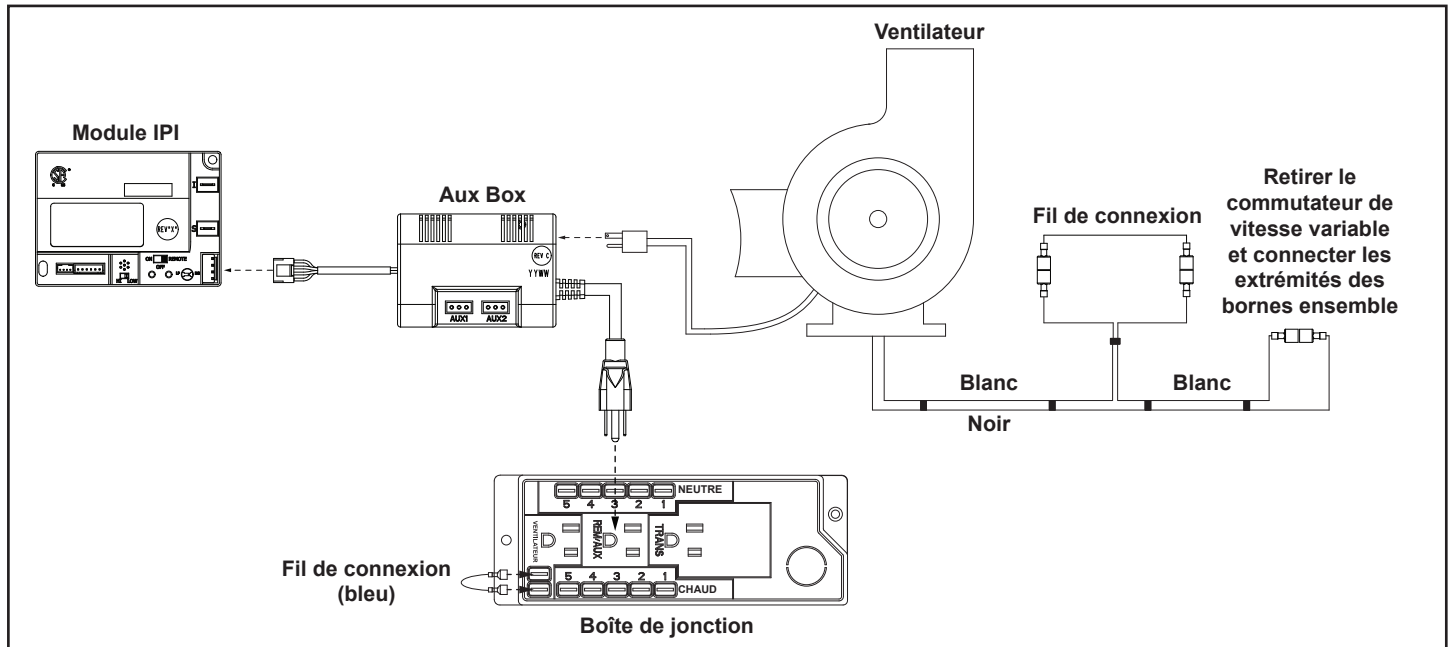

Figure 8.10 Schéma de câblage du ventilateur
4. Branchez le faisceau de câblage passant de la boîte auxiliaire au module IPI fourni avec le poêle. Voir la figure 8.10 (schéma de câblage)